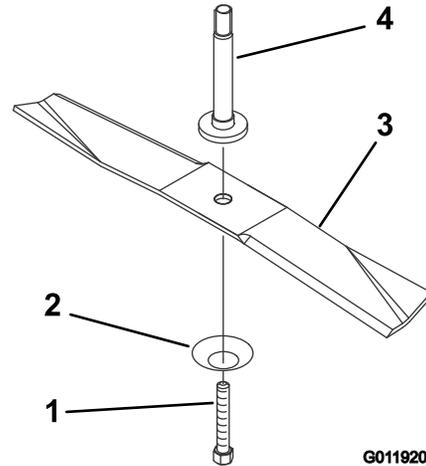

Bild 28
- Bauen Sie das Messer, die Wellenscheibe und die Messerschraube ein (Bild 28).